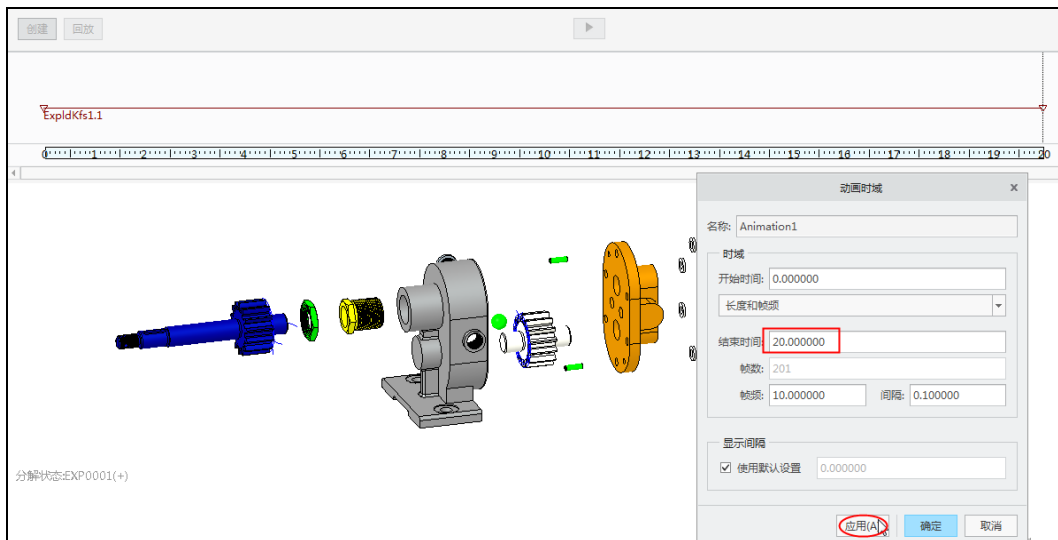

图 8-85 定义动画时间
- 05 编辑时域。**单击“时间线”组中的“时域”按钮 Timeline ，弹出“动画时域”对话框。设置结束时间为 20，与分解时间保持一致。单击“应用”按钮 Apply(A) ，完成动画时间的定义，如图 8-85 所示。